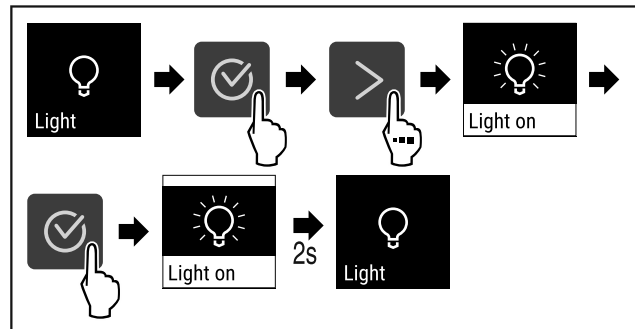

Fig. 86
- ▶ Изпълнете стъпките (виж Fig. 86) .